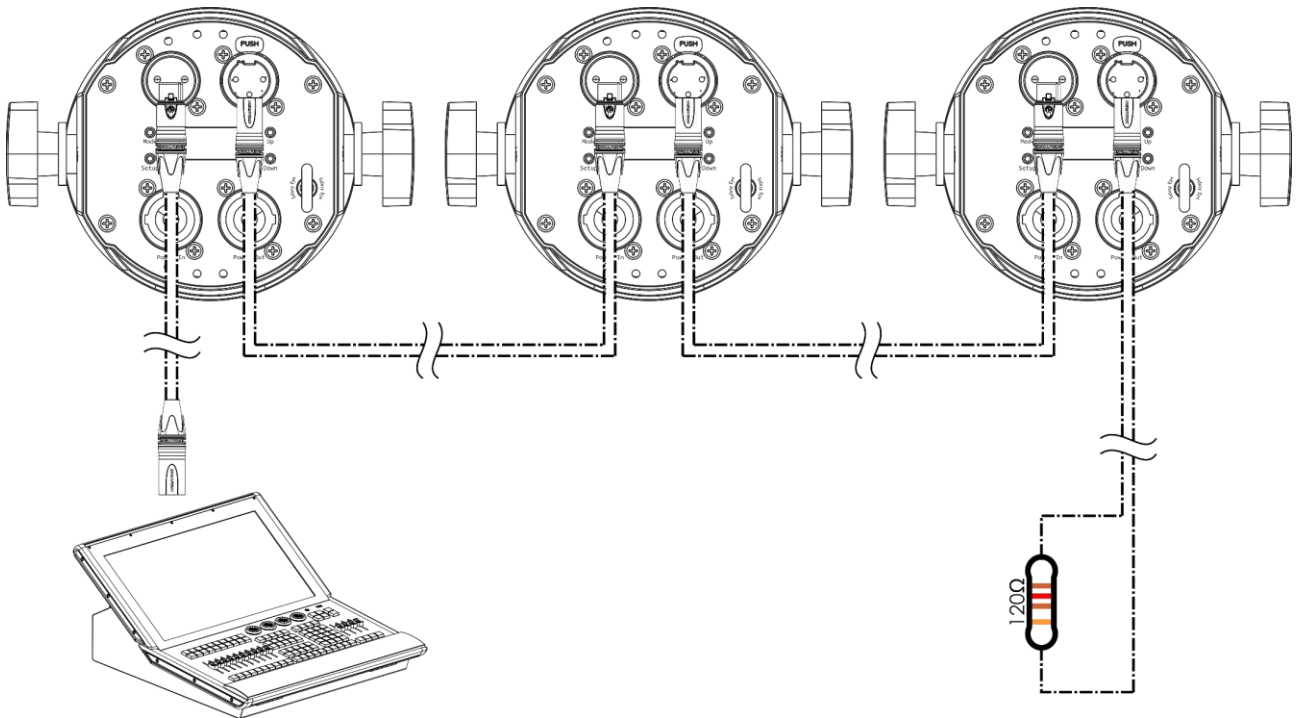

Fig. 10
- 03) Repita el paso 2 para conectar todos los dispositivos en cadena como se muestra en la Fig. 10.